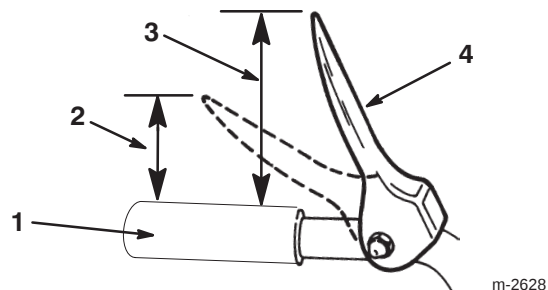

Figura 13
5. Controllate la distanza tra l'estremità superiore della maniglia e quella inferiore della leva di trasmissione di coclea/ventola. La distanza deve essere di circa 10,2 cm, come riportato nella Figura 13.
Nota: La forza necessaria per compiere tale movimento aumenta considerevolmente una volta eliminato l'imbandito della cinghia di trazione della coclea/ventola (circa mezza corsa del movimento della leva). La regolazione è corretta quando la forza *inizia* ad aumentare e la distanza tra l'estremità superiore dell'impugnatura e quella inferiore della leva di trasmissione di coclea/ventola è di 5 cm, come riportato nella Figura 13.